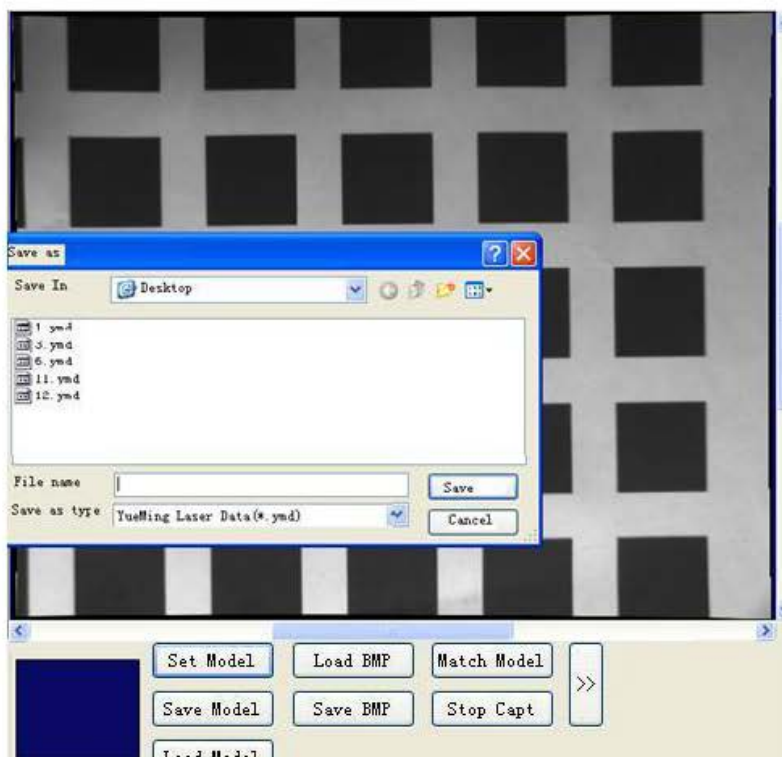

Fig. 3-38
- C. Após selecionar a área do modelo, clique no botão "Salvar modelo" para exibir a caixa de diálogo salvar como (como na Fig. 3-38), selecione o local e o nome do arquivo, cliquem em Salvar. O arquivo do modelo será salvo no formato .mdl.